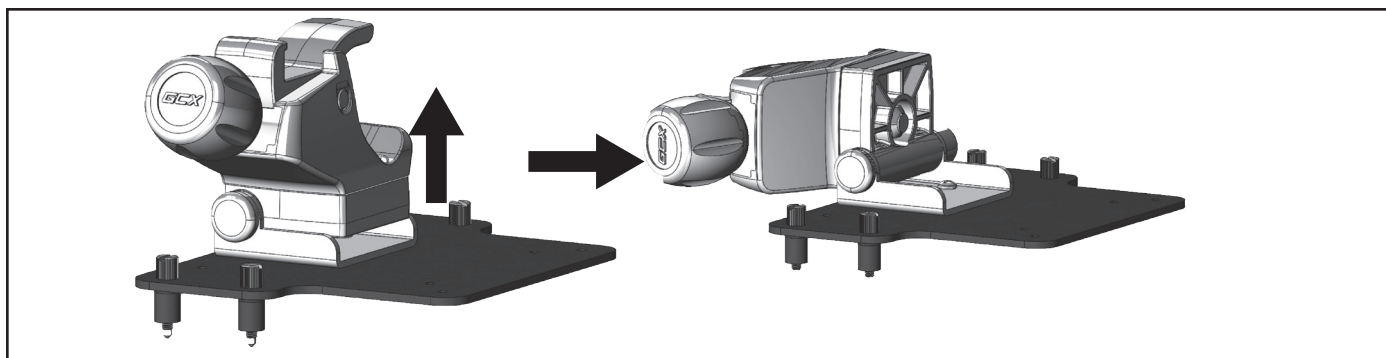

Figura 17. Abra o Mecanismo Giratório
2. Abra o mecanismo giratório do grampo da coluna 90° tal como mostra a Figura 17.